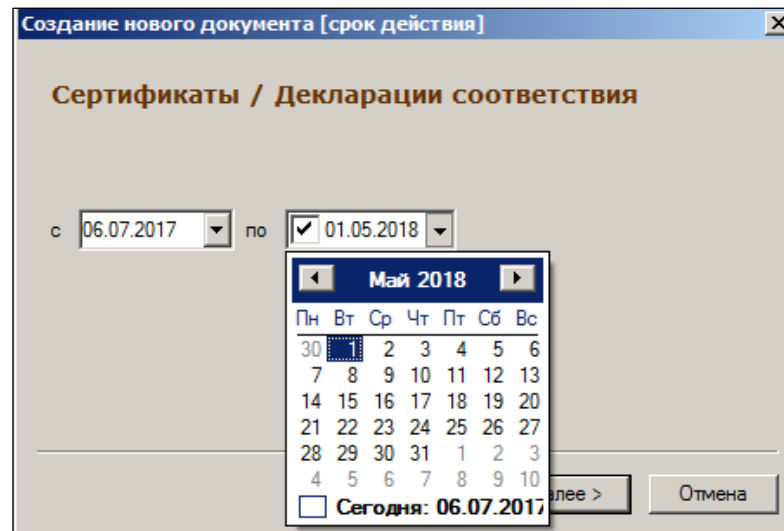

Рисунок 119 – Создание сертификата (6)
7. Установить срок действия сертификата (Рисунок 119):